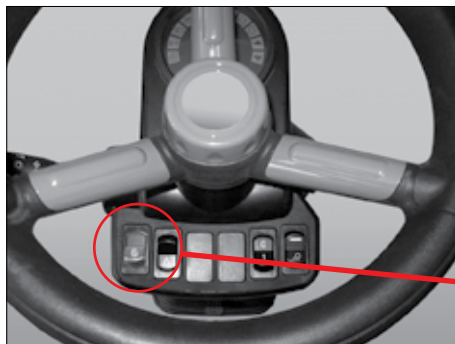

Fig. 36
- Flyt styrehåndtaget til den ekstra hydraulik til venstre (L):
- Flyt styrehåndtaget til den ekstra hydraulik til højre (R):
- Hold kontakten pos. 2 (Fig. 36) trykket ind, og flyt styrehåndtaget til den ekstra hydraulik til venstre (L):